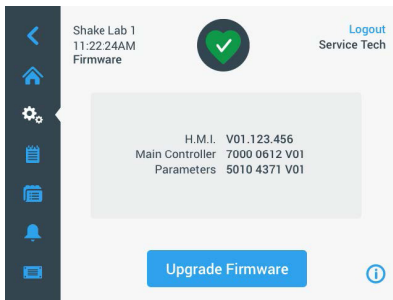

Figura 119: Pantalla Firmware
- Si hay firmware para actualizar, en la pantalla Actualización del firmware se muestra la lista detallada de la Figura 119. Toque el elemento de firmware que quiera actualizar.
AVISO Si selecciona la opción HMI de la lista de la Figura 119 para actualizar únicamente el firmware de la GUI, la pantalla de la GUI dejará de responder a los toques en el área activa de la pantalla táctil durante hasta un minuto tras empezar la actualización de firmware. No apague el agitador durante ese período de tiempo, ya que la actualización no se completaría correctamente. Al cabo de unos instantes, el agitador se reiniciará y podrá usarse de nuevo.
AVISO Si selecciona dos o tres de las opciones que aparecen en la lista de la Figura 119 para actualizar varios componentes de firmware a la vez, no apague el agitador mientras dure el proceso de actualización.